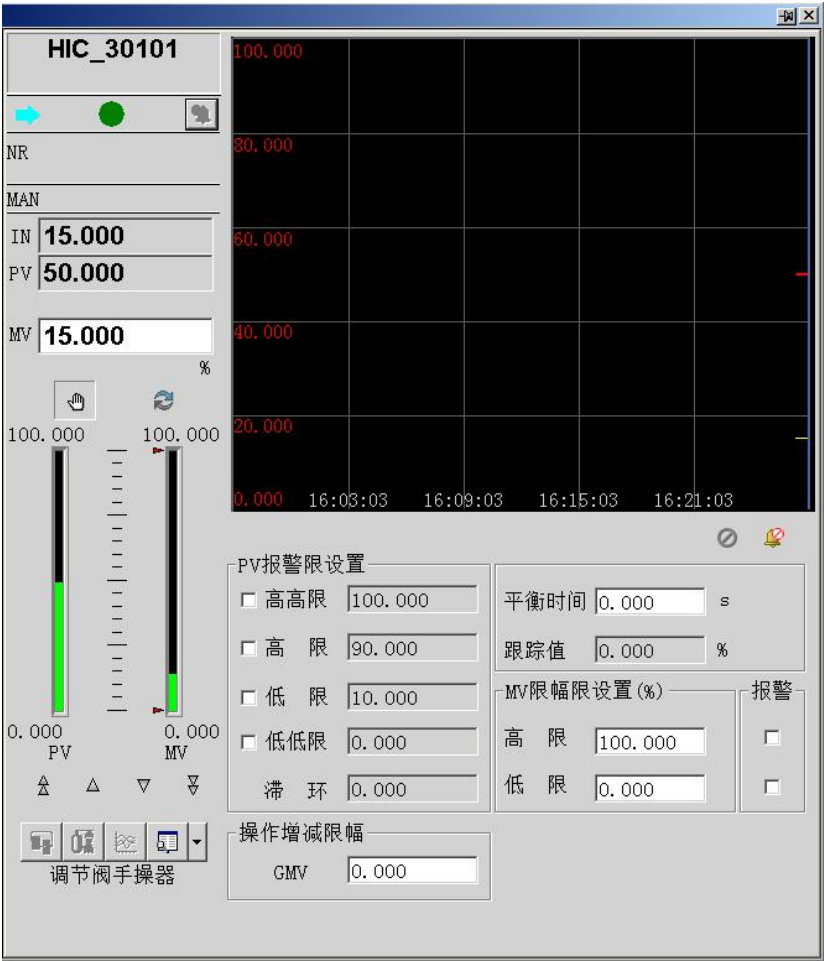

图 3.1.5 手操器功能块监控自带面板
- 控制面板可在 HMI 中直接调用功能块名，监控面板如图 3.1.5 所示。